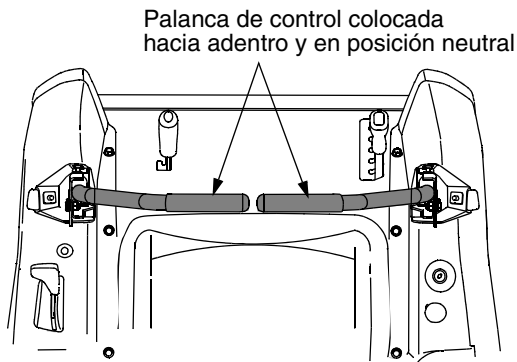

Figura 11
- Coloque las palancas de control de transmisión del lado derecho y del lado izquierdo hacia adentro, en posición neutral. Consulte la Figura 11.